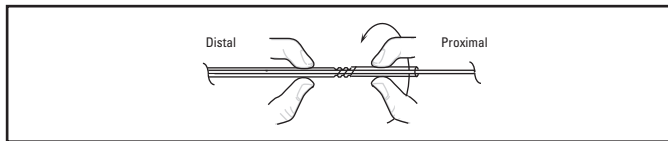

Figura 2. Desbloquear através de rotação para a esquerda
2. **Para desbloquear** o mecanismo de torção-bloqueio na bainha introdutora, aperte cuidadosamente a bainha introdutora em ambos os lados do mecanismo de torção-bloqueio e rode a extremidade proximal para a esquerda (Figura 2). Tal solta o conjunto de fio/espiral de aplicação para mover livremente dentro da bainha introdutora.